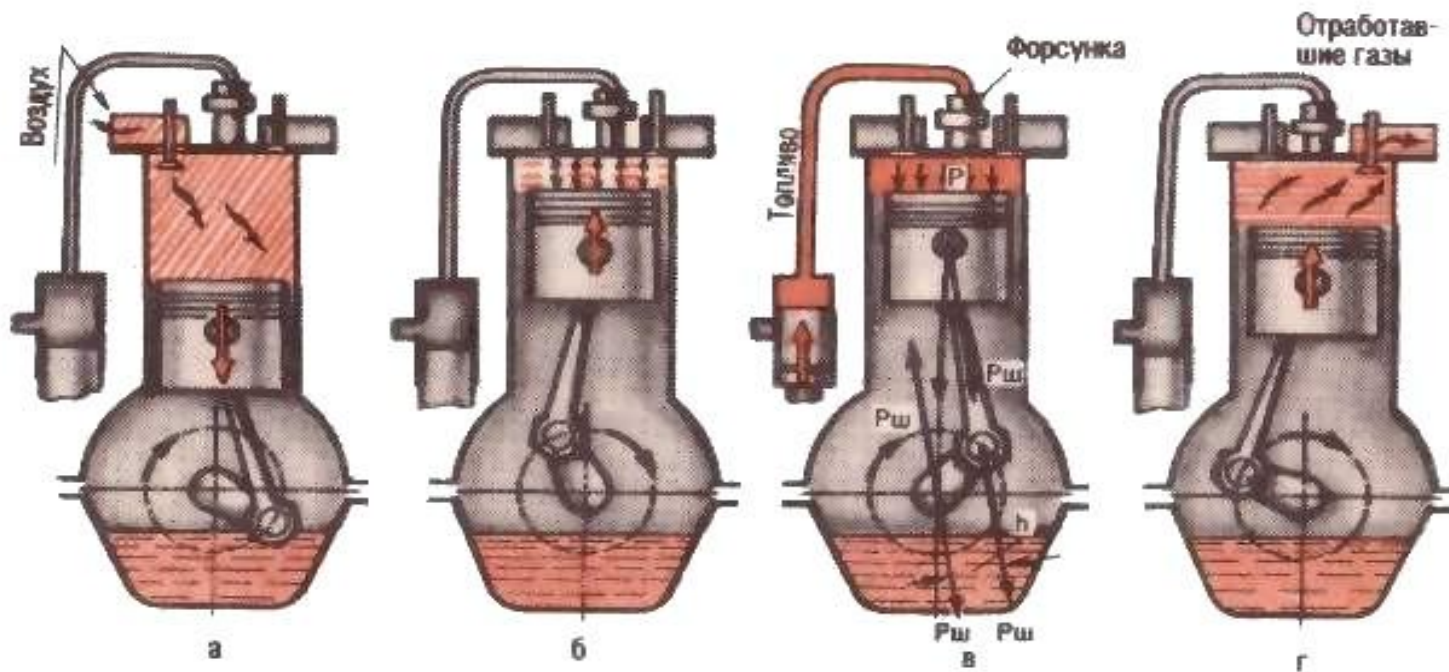

Рисунок. 1. Схема рабочего процесса четырехтактного дизеля:
- При помощи постороннего источника энергии, например электрического двигателя (электростартера), вращают коленчатый вал дизеля и поршень его начинает двигаться от в.м.т. к н.м.т. (рис. 1, а). Объем над поршнем увеличивается, вследствие чего давление падает до 75...90 кПа. Одновременно с началом движения поршня клапан открывает впускной канал, по которому воздух, пройдя через воздухоочиститель, поступает в цилиндр с температурой в конце впуска 30...50 °С. Когда поршень доходит до н. м. т., впускной клапан закрывает канал и подача воздуха прекращается.
- При дальнейшем вращении коленчатого вала поршень начинает двигаться вверх (см. рис. 1, б) и сжимать воздух. Оба канала при этом закрыты клапанами. Давление воздуха в конце хода достигает 3,5... 4,0 МПа, а температура — 600...700 °С.
- В конце такта сжатия при положении поршня, близком к в. м. т., в цилиндр через форсунку (рис. 1, в) впрыскивается мелкораспыленное топливо, которое, смешиваясь с сильно нагретым воздухом и газами, частично оставшимися в цилиндре после предыдущего процесса, воспламеняется и сгорает. Давление газов в цилиндре при этом повышается до 6,0...8,0 МПа, а температура — до 1800...2000 °С. Так как при этом оба канала остаются закрытыми, расширяющиеся газы давят на поршень, а он, перемещаясь вниз, через шатун поворачивает коленчатый вал.
- Когда поршень подходит к н. м. т., второй клапан открывает выпускной канал и газы из цилиндра выходят в атмосферу (см. рис. 1, г). При этом поршень под действием энергии, накопленной за рабочий ход маховиком, перемещается вверх, и внутренняя полость цилиндра очищается от отработавших газов. Давление газов в конце такта выпуска составляет 105... 120 кПа, а температура — 600...700 °С.